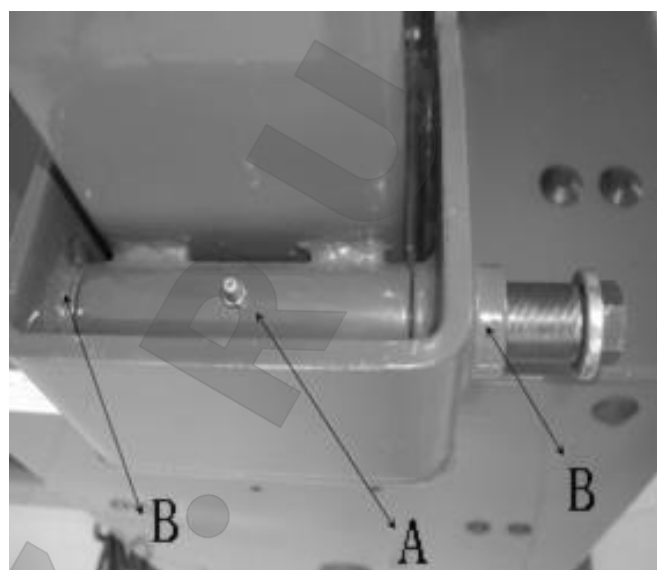

Рис.4-3
**4.2.7 Поднимите стойку и вставьте ПУ шланг (Рис.4-3 А) снизу в отверстие сверху корпуса машины (Рис.4-3 В) . Отрегулируйте положение стойки относительно втулки вала (Рис.4-4 А) с отверстием у основания вала ( Fig4-4 В ) . Установите гайку и зажимное кольцо с одной стороны вала в сборе (Рис.4-1 А) , конец вала должен быть примерно на 1мм ниже, чем основание.**